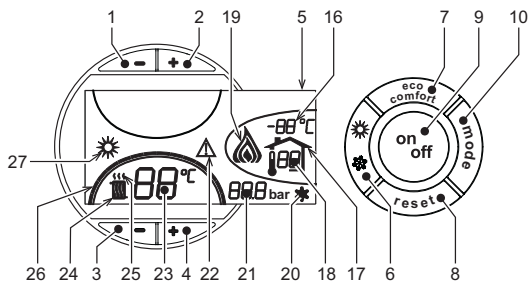
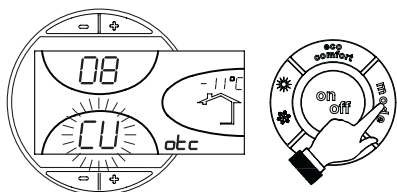
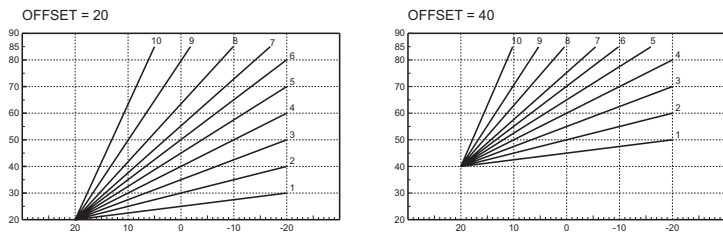

рис. 1 - Панель управления
рис. 9 - Кривая погодозависимого регулирования
рис. 12 - Пример параллельного смещения кривых погодозависимого регулирования
Нажмите клавишу on/off (поз. 9 - рис. 1) в течение 1 секунды.
Для повторного включения котла снова нажмите клавишу on/off (поз. 9 рис. 1) в течение 1 секунды.
- Нажмите кнопку ВКЛ/ВЫКП (9 - рис. 1)
Нажмите клавишу Лето/Зима (поз. 6 - рис. 1) на 1 секунду.
На дисплее высвечивается символ "Лето" (поз. 27 - рис. 1). При этом котел будет вырабатывать только воду для ГВС. Остается активная система защиты от замерзания.
Для выключения режима "Лето" вновь нажмите клавишу Лето/Зима (Поз. 6 - рис. 1) на 1 секунду.
Температура в системе отопления регулируется в пределах от 30 °C до 80 °C с помощью клавиш (поз. 3 и 4 - рис. 1); однако, не рекомендуется эксплуатировать котел при температуре ниже 45 °C.
Температура в системе ГВС регулируется в пределах от 10°C до 65°C с помощью клавиш (поз. 1 и 2 - рис. 1).
При наличии датчика температуры наружного воздуха (опция) на дисплее панели управления (поз. 5 - рис. 1) отображается измеряемая этим датчиком температура. При этом система управления котлом работает в режиме "Плавающая температура". В этом режиме температура воды, подаваемой в систему отопления, регулируется в зависимости от климатических условий внешней среды с тем, чтобы обеспечить максимальный комфорт и экономию энергетических ресурсов в течение всего года. Так, при повышении внешней температуры понижается температура подачи воды в систему отопления, что производится по определенной "кривой погодозависимого регулирования".
С переключением на режим "Плавающей температуры" показатель температуры, устанавливаемый клавишами (дет. 3 и 4 - рис. 1) соответствует максимальной температуре подачи воды в систему отопления. Рекомендуется задавать максимальное значение температуры с тем, чтобы позволить системе регулировать ее по всему рабочему диапазону.
При однократном нажатии клавиши Режим (поз. 10 - рис. 1) на дисплее высвечивается текущая кривая погодозависимого регулирования (рис. 9), которую можно изменить с помощью клавиш задания температуры воды ГВС (поз. 1 и 2 - рис. 1).
При нажатии клавиш регулировки температуры отопления (поз. 3 и 4 - рис. 1) получается доступ к функции параллельного изменения кривых (рис. 12), выполняемого с помощью клавиш регулировки температуры в контуре ГВС (поз. 1 и 2 - рис. 1).
При повторном нажатии клавиши Режим (поз. 10 - рис. 1) осуществляется выход из режима регулировки параллельных кривых.
Если к котлу подключено устройство дистанционного управления с таймером (опция), вышеописанные регулировки производятся в соответствии с указаниями, приведенными в таблице 1. При этом на дисплее пульта управления (поз. 5 - рис. 1) высвечивается температура в помещении, измеряемая устройством дистанционного управления.
Переключение режимов "Лето"/"Зима"	Режим "Лето" обладает приоритетом над командой на включение отопления, которая может поступить от пульта ДУ с таймером. При выключении режима ГВС с пульта ДУ котел переходит в режим "Eco-potopu". В этих условиях клавиша 7 рис. 1 - на панели котла отключена.
Выбор режимов ECO/COMFORT	При включении режима ГВС с устройства ДУ с таймером котел устанавливается в режим Comfort. В этих условиях с помощью клавиши 7 рис. 1 - на панели управления котла можно выбрать любой из этих двух режимов.